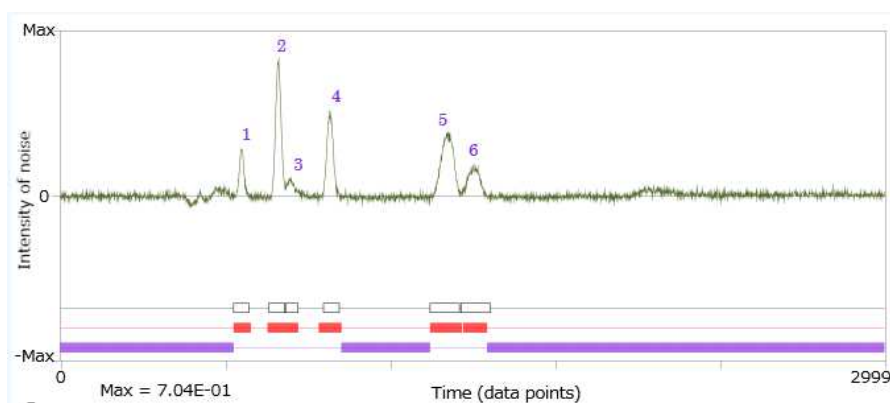

図 24 メイン画面チャート（他方のピークの解析への参加）
5. ボタン「Do」を押して、このピークを解析に参加させる（図 24）。